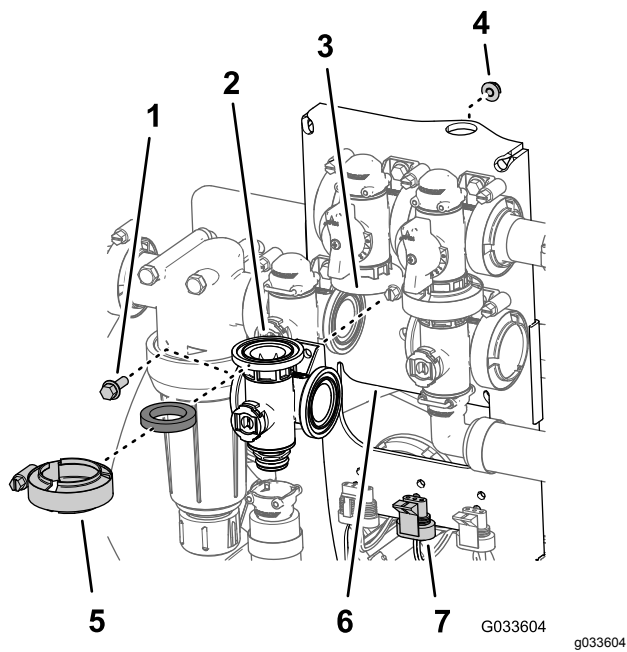

Figura 112
1. Alinee la brida del distribuidor de la válvula de agitación, una junta y la brida de la válvula de desvío de agitación (Figura 112).
9. Monte la válvula de agitación en el soporte de la válvula con el perno con arandela prensada y la contratuerca con arandela prensada (Figura 112) que retiró en el paso 3 de Retirada de la válvula multivía de agitación (página 76), y apriete el perno y la tuerca a 10–12 N·m.